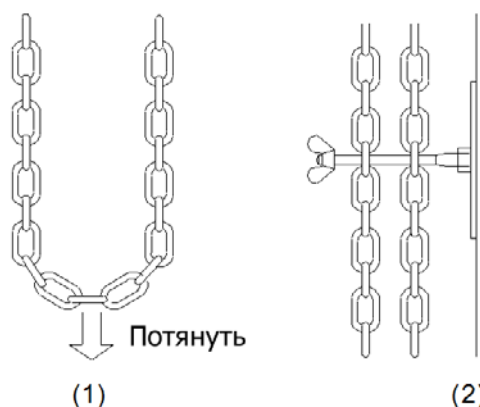

Рис. 9. Использование цепного редуктора
- Вы можете открыть или закрыть ворота вручную при помощи цепного редуктора. При этом привод ворот отключается от электропитания. В это время световой индикатор закрывания на блоке управления будет мигать, а после использования цепного редуктора привод может не реагировать на нажатия кнопок. В таком случае потяните за цепь (см. рис. 9), будет выполнен сброс и блок управления включит привод. Световой индикатор закрывания погаснет.
- Очень важно надёжно зафиксировать цепь, как показано на рис. 9.